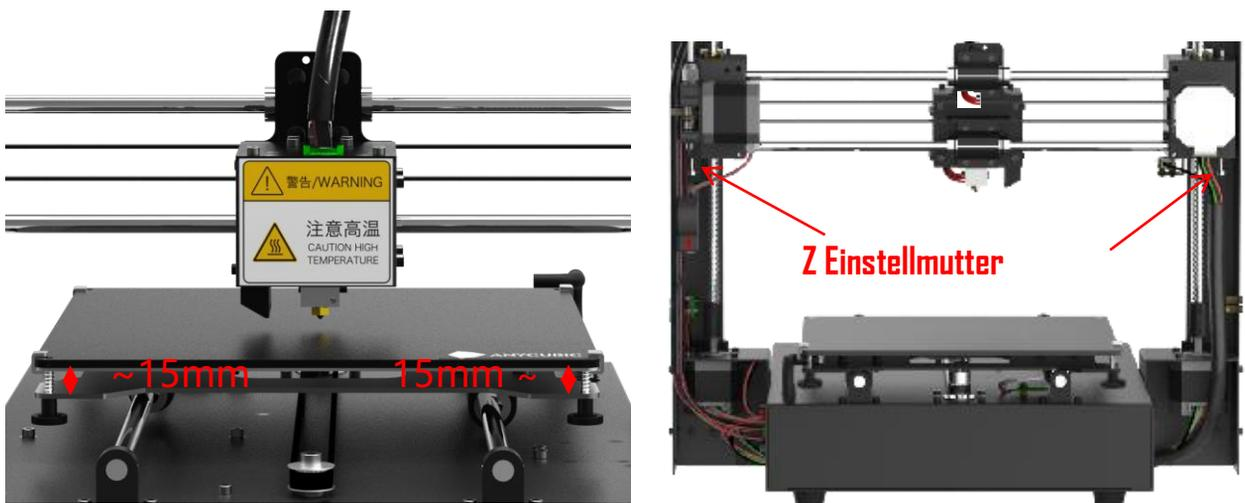

Abbildung 13
(1) Heben Sie die Düse durch Klicken auf "Werkzeuge" --> "Achse" --> "IO " auf der +Z Säule an, passen Sie die 4 Muttern unter der Plattform an, lassen Sie die Höhe zwischen der Stützplatte und dem beheizten Bett ~15mm für alle 4 Ecken betragen. (2) Wie in Abb. 13 dargestellt, befindet sich an beiden Enden der X-Achse eine einstellbare Z-Mutter. Die untere Spitze der einstellbaren Z-Mutter kann den Z-Endanschlag auslösen, wenn Home (nach unten) erreicht ist, und der Z-Achse der Maschine "mitteilen", dass sie auf Null kommt und sich nicht mehr bewegt.